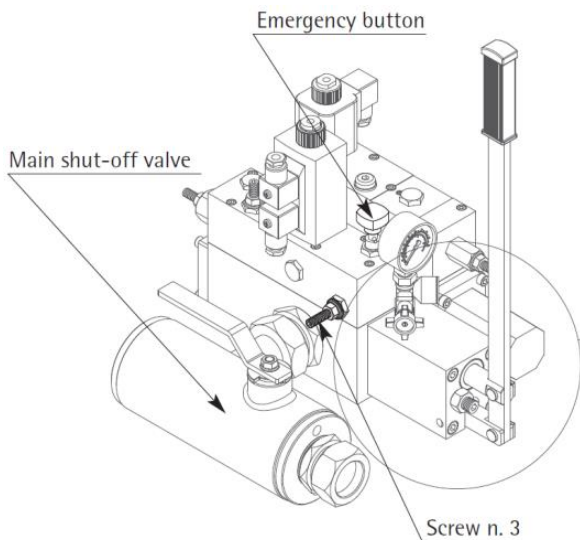

Figure 27 – Adjusting of the rod counterpressure
- Adjust the counter-pressure as follows (see Figure 27 **Errore. L'origine riferimento non è stata trovata.**):